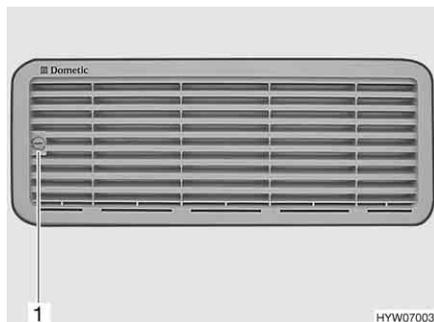

Fig. 43 Griglia di aerazione del frigorifero
- Con l'ausilio di una moneta ruotare la vite (Fig. 43,1) di un quarto di giro.